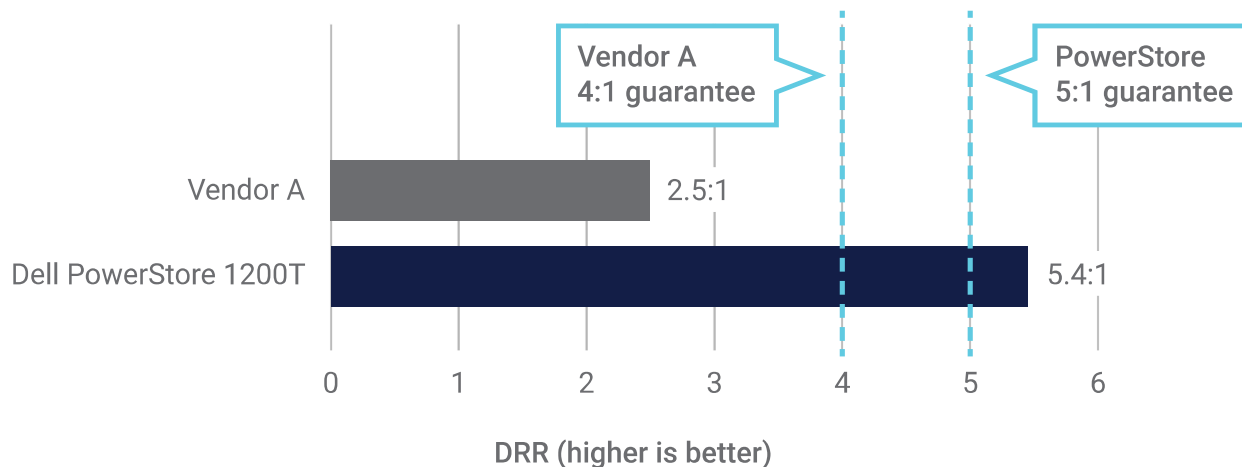

Figura 1 | Confronto tra DRR garantiti e misurati
La capacità utilizzabile o fisica rappresenta la quantità di dati che una piattaforma di storage può archiviare subito, prima che venga applicata la riduzione dei dati. La capacità logica viene misurata dopo che il sistema operativo (OS) di storage ha applicato deduplica e Data Compression dei dati ai dati riducibili. La garanzia DRR assicura che, utilizzando deduplica e Data Compression, la capacità logica della piattaforma di archiviazione sarà X volte maggiore rispetto alla capacità utilizzabile. La versione più recente di PowerStoreOS include una nuova funzionalità denominata compressione intelligente. Nella piattaforma PowerStore che abbiamo testato, il nuovo sistema operativo ha garantito una riduzione dei dati fino al 20% superiore rispetto alla versione precedente. Secondo i nostri test, questa migliore efficienza dei dati ha permesso di ottenere un DRR di 5,4:1 sul dataset simulato (vedere la Figura 1), che avvalorava la garanzia DRR aggiornata di 5:1 di Dell Technologies.¹ La piattaforma del Vendor A offre una garanzia DRR di 4:1, tuttavia l'efficienza dei dati non è stata all'altezza nei nostri test e il DRR è stato pari a 2,5:1.² Vedere l'Appendice per ulteriori informazioni sulle configurazioni e le procedure di test.